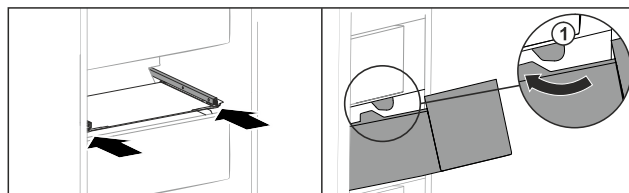

Fig. 168
- Poprowadzić szufladę wokół stoperów Fig. 168 (1).